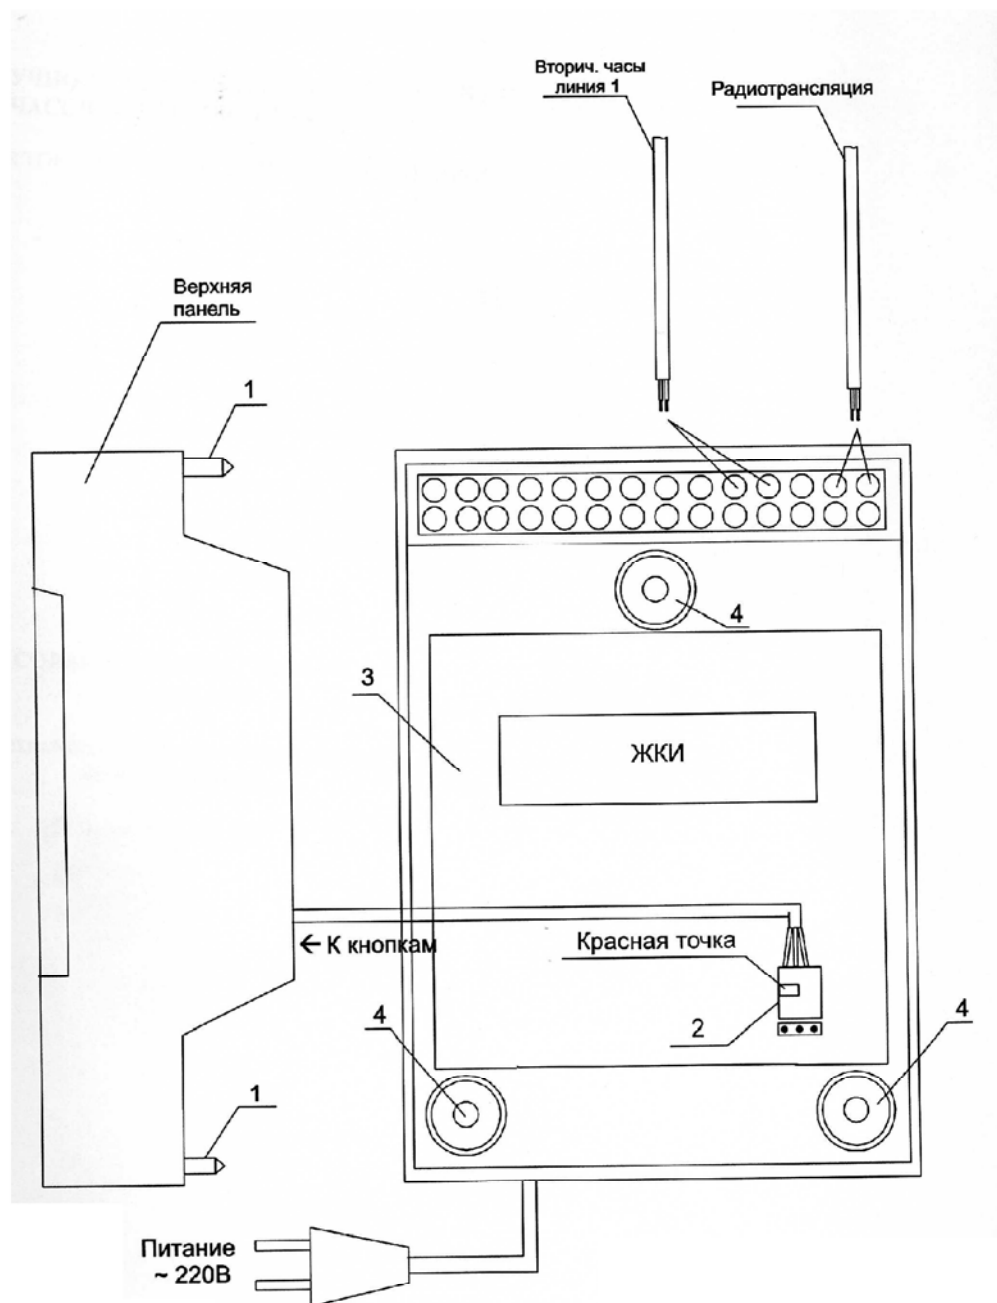

Рис. 1.
4.1. Выверните четыре винта 1, расположенных на верхней панели ЧС (см. Рис.1). Осторожно снимите верхнюю панель и отсоедините разъем 2, соединяющий кнопки с печатной платой 3.
4.4. Подсоедините линию вторичных часов и линию радиотрансляционной сети в соответствии со схемой рис. 1.